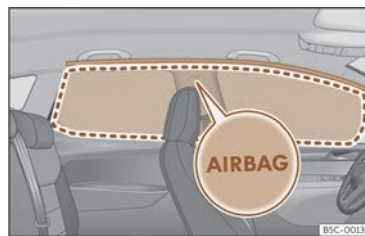

Fig. 32 Posizione degli airbag per la testa.
Gli airbag per la testa si trovano su entrambi i lati dell'abitacolo sopra le porte >>> fig. 32 e la loro posizione è contrassegnata dalla scritta "AIRBAG".
Quando si attiva, l'airbag per la testa occupa l'area contrassegnata (area di spiegamento) >>> fig. 32. Per questo motivo, non collocare mai o fissare oggetti in queste zone >>> △.
- Assicurarsi che i bambini siano seduti correttamente nei loro seggiolini e che non mettano la testa nell'area di apertura degli airbag per la testa >>> **fig. 32**, in quanto l'apertura degli airbag potrebbe causare gravi lesioni se ne venissero colpiti.